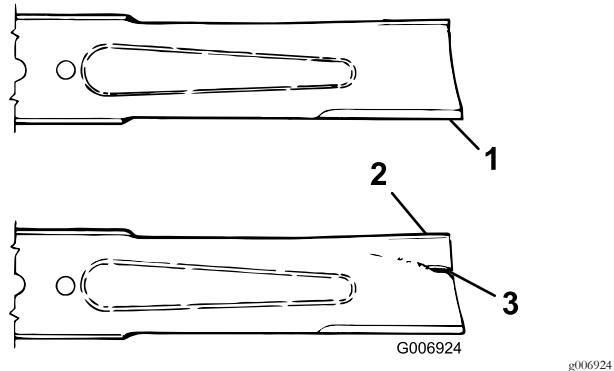

Figura 75
3. Verificate accuratamente i taglienti, con particolare attenzione ai punti d'incontro delle sezioni piatta e curva della lama (Figura 75). Se riscontrate segni di usura (Figura 75), sostituite la lama; fate riferimento a **Rimozione della lama** (pagina 62).